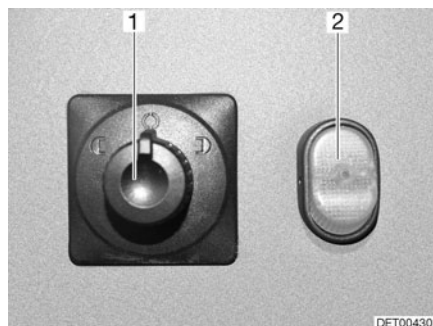

Fig. 19 Commutateur pour rétroviseurs extérieurs à réglage électrique et leur chauffage
- Sélectionner le rétroviseur qui doit être réglé. Pour ce faire, tourner l'interrupteur tournant (Fig. 19,1) vers la gauche ou la droite.
- Régler le rétroviseur en appuyant sur l'interrupteur (Fig. 19,1) dans la direction correspondante.
- Appuyer sur l'interrupteur (Fig. 19,2). Le voyant de contrôle de l'interrupteur signale la marche.